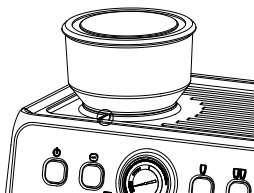

Abb. 5
4. Um die von dir bevorzugte Kaffeemahlung zu erzielen, stelle sicher, dass die gewünschte Einstellung des Behälters (1) auf dem Bohnenbehälter mit der Markierung auf dem Bohnenbehälter übereinstimmt (wie in Abb. 5 gezeigt).